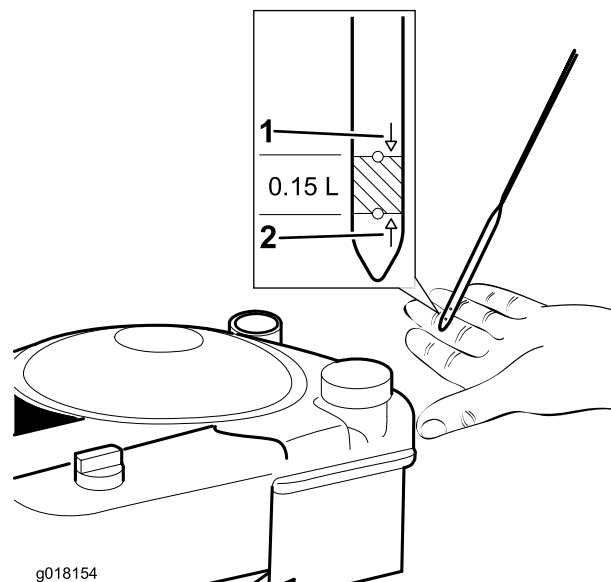

Figura 18
2. Retire la varilla y límpiela con un paño limpio (Figura 18).
4. Vierta aceite **lentamente** en el tubo de llenado de aceite, espere 3 minutos, y compruebe el nivel de aceite del motor en la varilla limpiando la varilla e insertándola en el tubo (Figura 18) (Cantidad máxima: 0,59 l (20 onzas), tipo: aceite detergente SAE 30 con clasificación de servicio API SF, SG, SH, SJ, SL o superior.)
5. Llene el motor con aceite hasta que la varilla indique que el nivel del aceite del motor es correcto, según se muestra en Figura 18. Si usted llena demasiado el motor, vacíe el exceso de aceite.